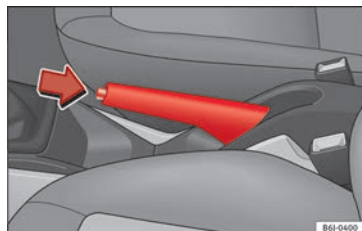

Fig. 132 Il freno a mano, ubicato tra i due sedili anteriori.
– Tirare con decisione la leva del freno a mano verso l'alto » **fig. 132**.
– Tenendo premuto (nella direzione indicata dalla freccia » **fig. 132**) il tasto di sblocco, spostare prima la leva leggermente verso l'alto e poi abbassarla del tutto » **Δ**.